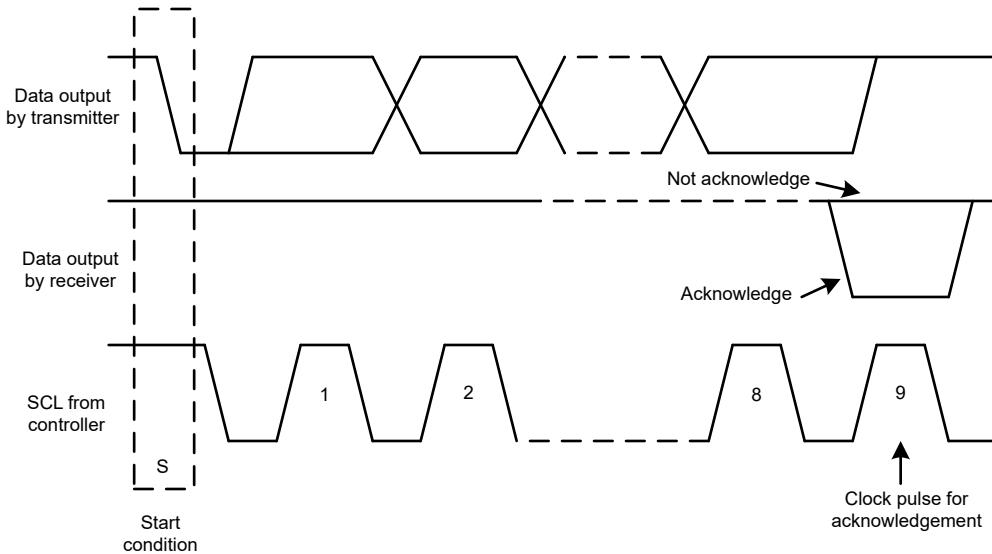

図 6-20. I²C バスにおける確認応答と非確認応答
特定のタイミング信号以外では、I²C インターフェイスはシリアル バイトで動作します。各バイトの最後に、9 回目のクロックサイクルで確認応答信号が生成および検出されます。確認応答は、9 回目のクロック サイクルの high 期間中 SDA ラインを low にすることで行われます。否定応答は、図 6-20 に示すように 9 回目のクロック サイクルの high 期間中 SDA ラインを high のまま保持することで行われます。
2. 次に、コントローラは SCL パルスを生成し、7 ビットのアドレスと読み取り/書き込み方向ビット (R/W) を SDA ライン上で送信します。すべての送信中、コントローラはデータが有効であることを確認します。図 6-22 は、有効なデータ条件では、クロックパルスのハイ期間全体にわたって SDA ラインが安定している必要があることを示しています。すべてのデバイスは、コントローラによって送信されたアドレスを認識して、そのアドレスをそれぞれの内部の固定アドレスと比較します。一致するアドレスを持つターゲット デバイスだけが、9 番目の SCL サイクルのハイ期間全体にわたって SDA ラインをローにすることで、アクノリッジを生成します (図 6-20 も参照してください)。コントローラがこの確認を検出すると、ターゲットとの通信リンクが確立されます。